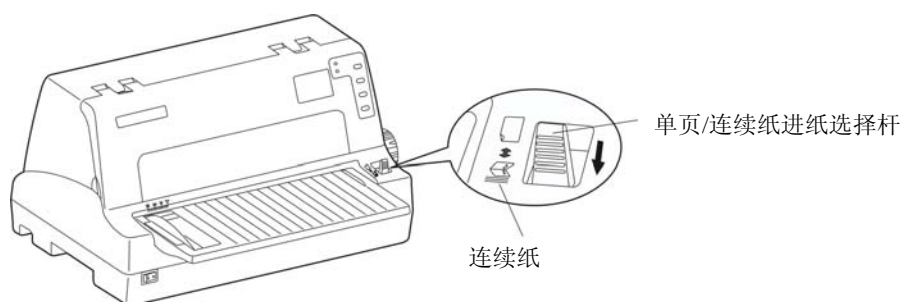

图 3-5 设定单页/连续纸进纸位置（连续纸）
2. 设定单页/连续纸进纸选择杆到连续纸的位置（如图 3-5 所示）。